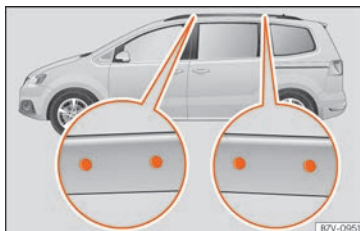

Fig. 178 Punti di fissaggio delle barre portacarico e del portapacchi da tetto.
» **fig. 178.**
- Le barre portacarico devono essere fissate esclusivamente ai punti indicati nell'illustrazione » **fig. 178.**